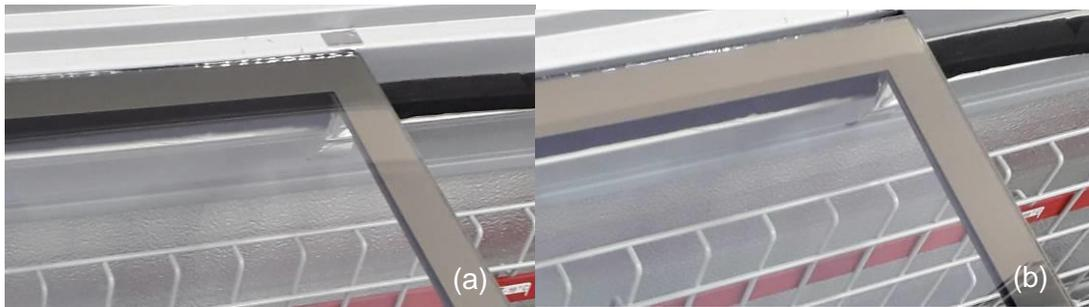

Figura 5. Marco gris serigrafiado (3 cm de ancho)
- En la Figura 5. Se observa un marco gris serigrafiado (3 cm ancho) sobre EKO® PRO con esmalte RAL 7012 de la Serie 140 de ferro. (a) Visto frente al congelador (incidencia normal) (b) visto desde arriba del congelador (ángulo de incidencia).